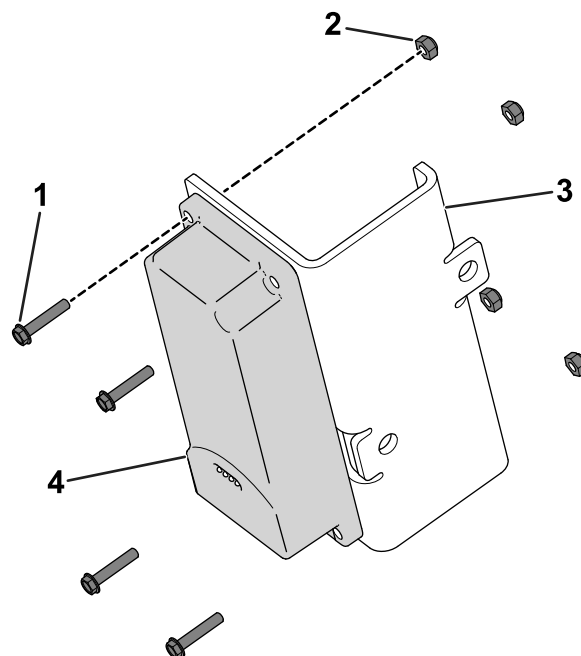

Figure 10
1. Avec 4 boulons à tête hexagonale (n° 10 x 1") et 4 contre-écrous n° 10), fixez le dispositif télématique sur son support (Figure 10).